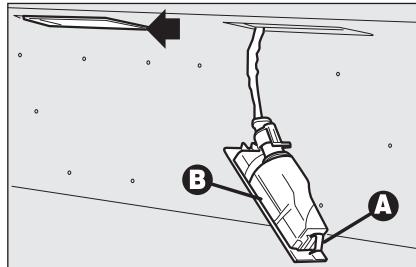

fig. 40
- con un destornillador de punta plana y cubierto con un paño suave, intervenga en el dispositivo **A-fig. 40** para sacar el grupo **B**;